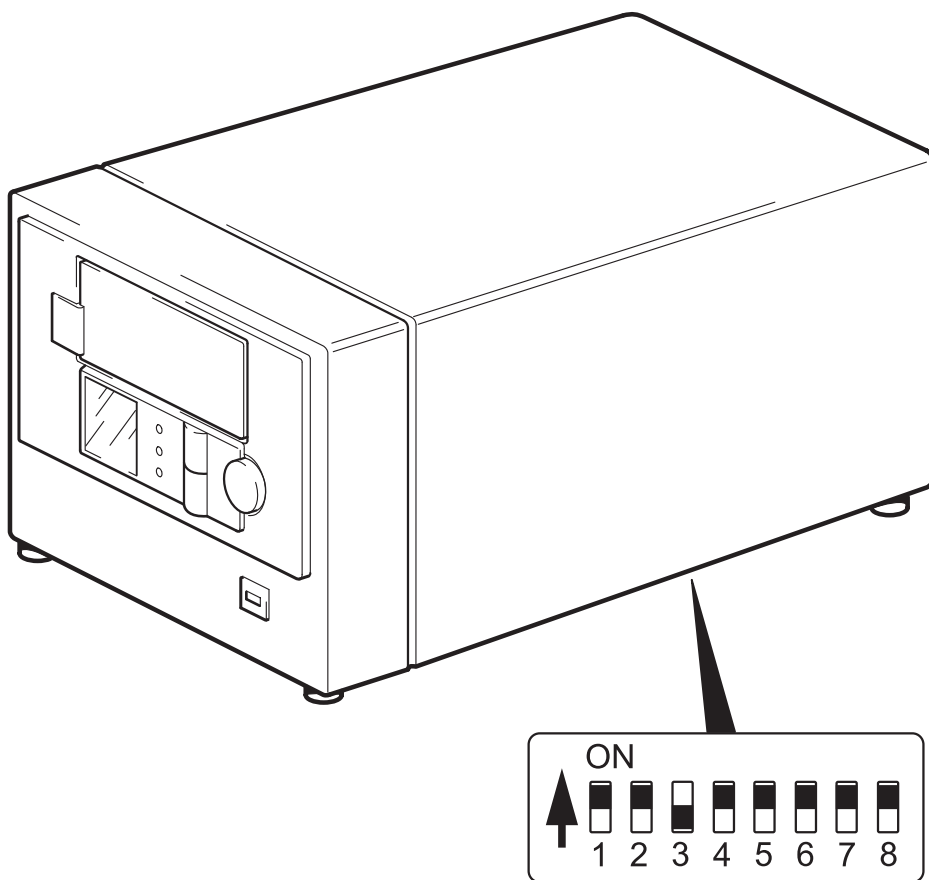

Figura 5: definir as chaves de configuração UNIX
- 2 Se necessário para a sua configuração UNIX, altere as chaves de configuração localizadas no lado inferior do autoloader dos ajustes predefinidos mostrados na figura 5.